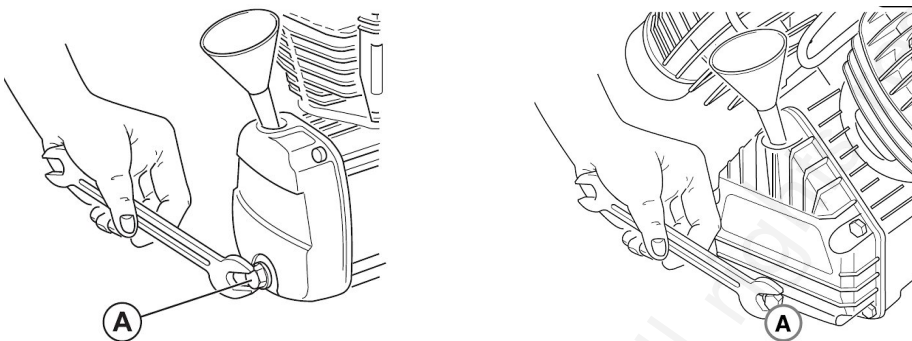

Fig. 18: Olieverversing
1. Verwijder de olievuldop of peilstok, draai de olieaftapplug los (onderdeel A, fig.18), en vang de afgewerkte olie op in een daarvoor bestemde bak.